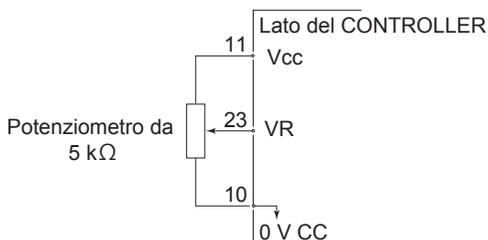
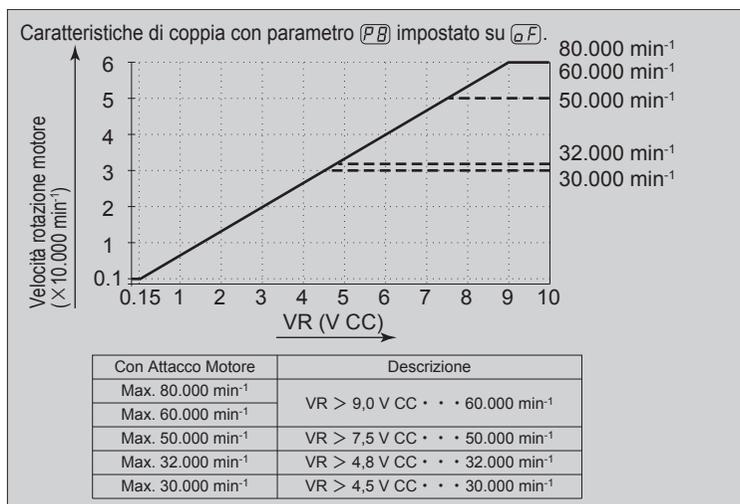

Fig. 34
Fig. 36
④ Segnale di controllo velocità del motore
La velocità di rotazione può essere selezionata applicando la tensione analogica alla "Tensione di controllo velocità del motore (VR)" Vedere le Fig. 34, 35 per i collegamenti. Vedere le Fig. 36 e 37 per la relazione tra la velocità del motore e la "Tensione di controllo della velocità del motore (VR)".